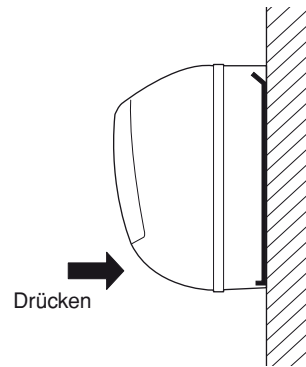

Abb. 33
- (1) Um das Innenraumgerät zu installieren, ist dieses mit den 2 Arretierungen am Oberteil der Rückwand zu befestigen.
- (2) Halten Sie den Luftauslaß nach unten und drücken Sie dann auf den unteren Teil des Innenraumgeräts, bis die beiden Arretierungen in den unteren Teil der Rückwand einrasten. (Abb. 33)